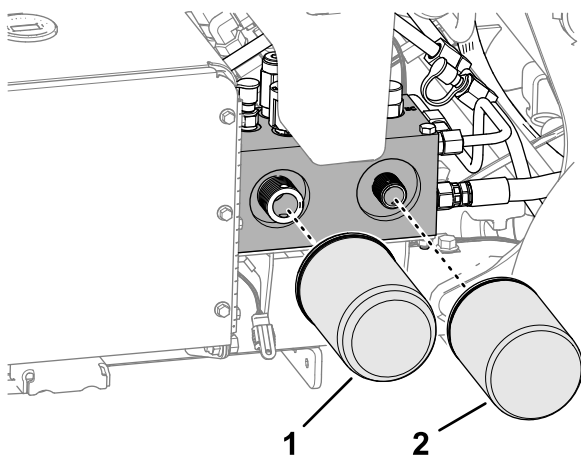

図 181
2. フィルタの下に容器を置き、フィルタを外し、フィルタアダプタのガスケット部をきれいに拭く**図 181**。